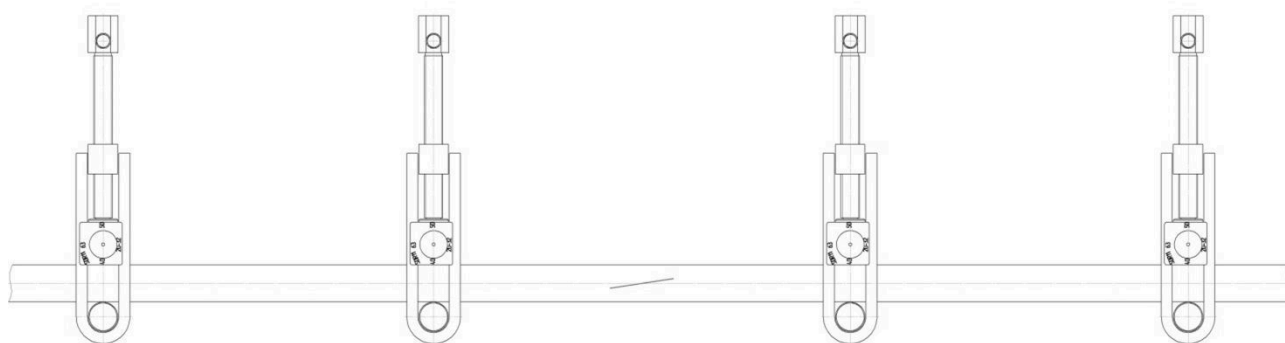

Рис.2
5.3. В некоторых случаях рекомендуем использовать несколько передавливателей для достижения полного и адекватного пережатия трубы (рис.2)